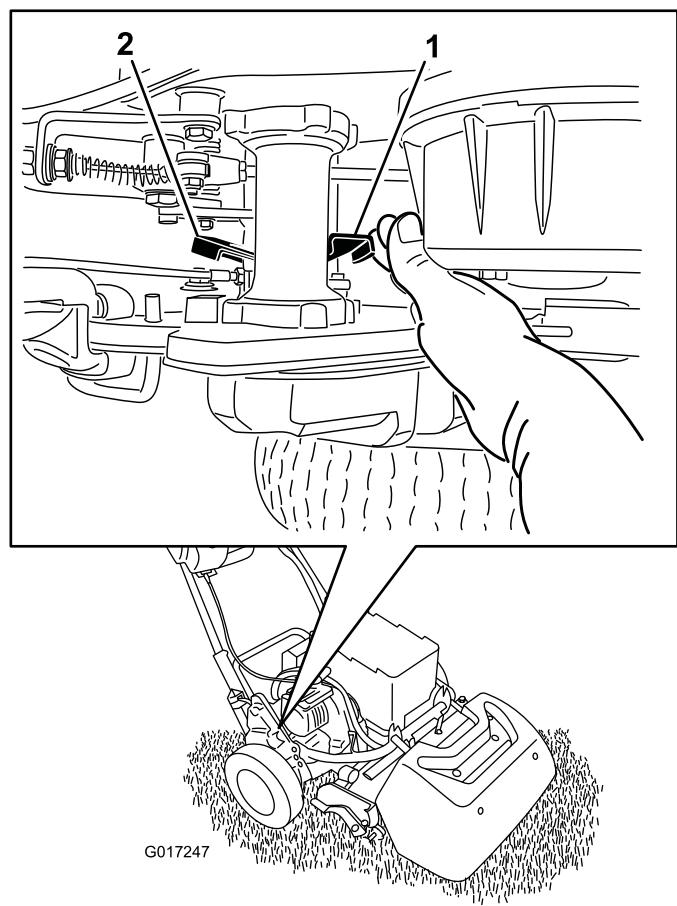

図 38
1. 機体の右後ろ角部にある走行解除レバーを探し出す走行ハウジングドラムの隣にある図38。